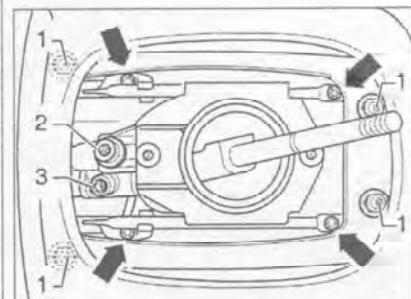

Рис. 7.26. Отверните гайки (1) корпуса механизма переключения передач. Отверните болт (2) и снимите шток рычага переключения передач.
3. Отверните гайки (1) корпуса механизма переключения передач (рис. 7.26). При этом корпус опускается.
4. Отверните болт (2) и снимите вилку рычага переключения передач.
5. Отверните болт (3) крепления тяги включения передач.